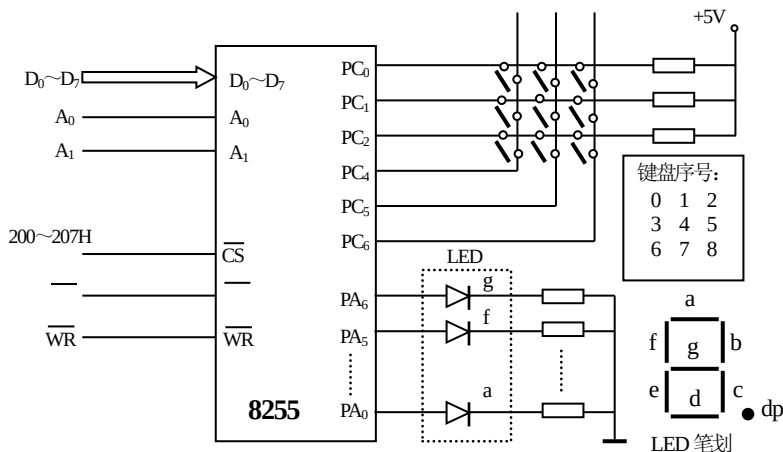

图 8.23 键盘和 LED 显示器接口
8.10 有如图 8.23 所示的键盘电路，试编写 8255 初始化程序和键值读取程序，并将键值序号在 LED 七段数码管显示出来。